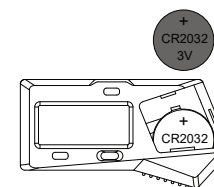

Fig. 2
- Inserire una batteria CR2032 nel vano batteria, con il lato positivo (+) della batteria rivolto verso l'esterno (Fig.2).